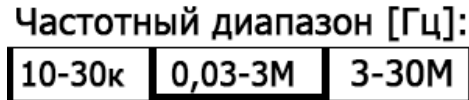

Рисунок 10
7.2.5. Дополнительно, в процессе измерений на экране блока НТМ-Терминал отображается индикатор частотных диапазонов НЭП, см. рис. 10.